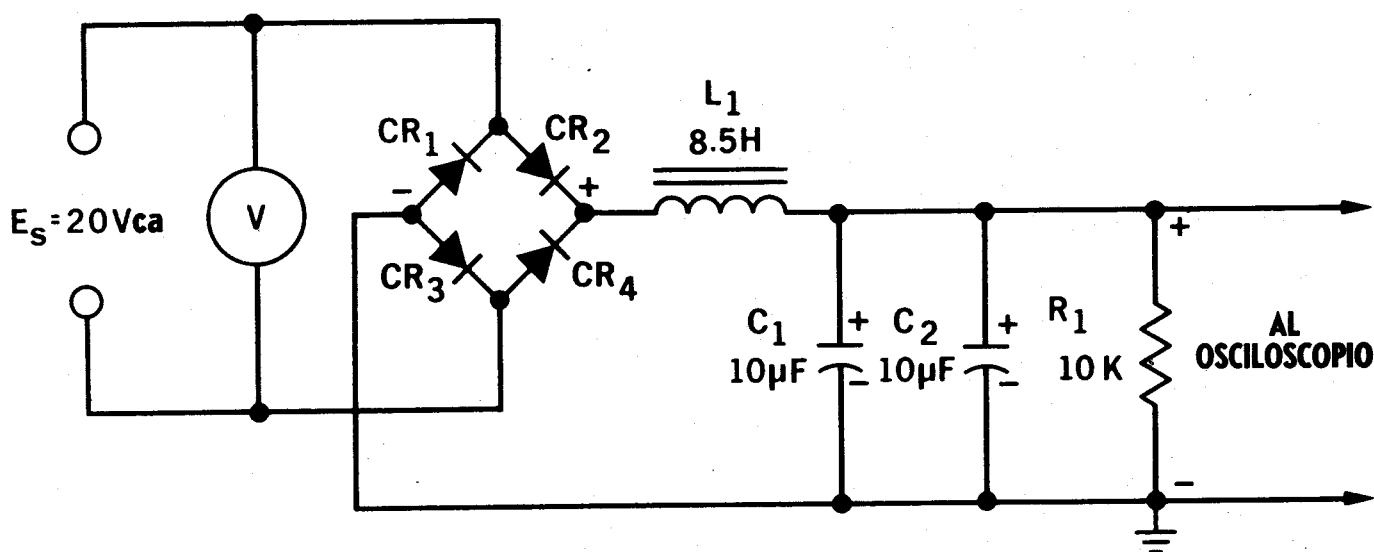

Fig. 46-5
12. Quite C_1 de su posición en el circuito y colóquelo en las terminales de C_2 , como se muestra en la Fig. 46-5. Ahora se tiene el filtro de entrada del reactor que ya conoce. No deje a R_2 conectada al circuito.